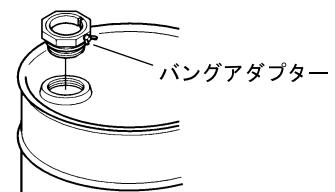

Fig.2
- 3) ドラム缶の注入口(2B)のプラグを外しポンプに接続しているバングアダプターをねじ込んでください。(Fig.2)